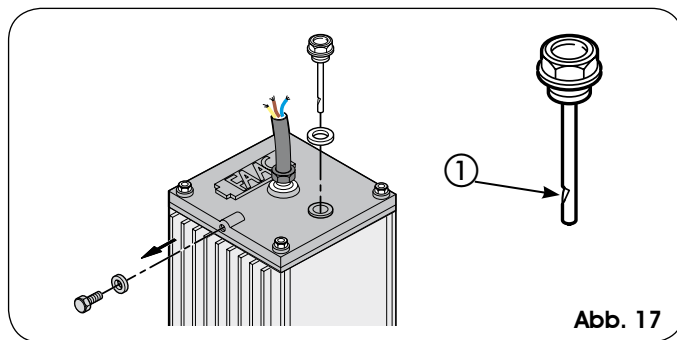

Abb. 17
Der Ölstand darf niemals unter die Markierung des Kontrollstabs fallen (Abb. 17 Bez. ①).
Zum Nachfüllen den Öleinfüllstopfen abschrauben (Abb. 17) und Öl bis zum richtigen Füllstand nachfüllen.